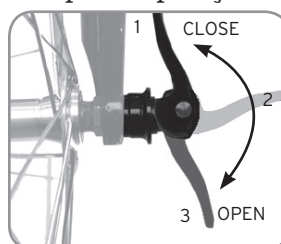

Figura 43. Posições da alavanca
1. Com a alavanca de aperto rápido Clix na posição OPEN (Figura 43), pressione simultaneamente o cone e a alavanca (Figure 44) e baixe a forquilha na roda até as superfícies interiores das extremidades da forquilha tocarem na roda.
1. Liberte o Clix; mova a alavanca de aperto rápido para a posição OPEN (Figura 43).
1. Coloque a alavanca na posição OPEN (Figura 43).